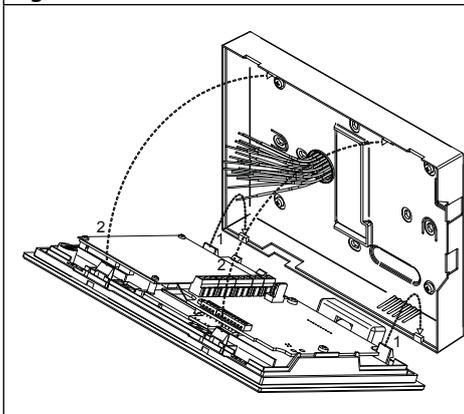

Fig. 7
3. Effectuez les connexions à l'aide d'un tournevis plat et des configurations des interrupteurs DIP selon le schéma de connexion fourni ou selon la feuille d'instructions, puis fixez la partie avant du vidéophone au couvercle arrière comme indiqué sur **Fig. 7**: accrochez d'abord la partie inférieure puis la partie supérieure jusqu'à ce qu'elle s'enclenche ;